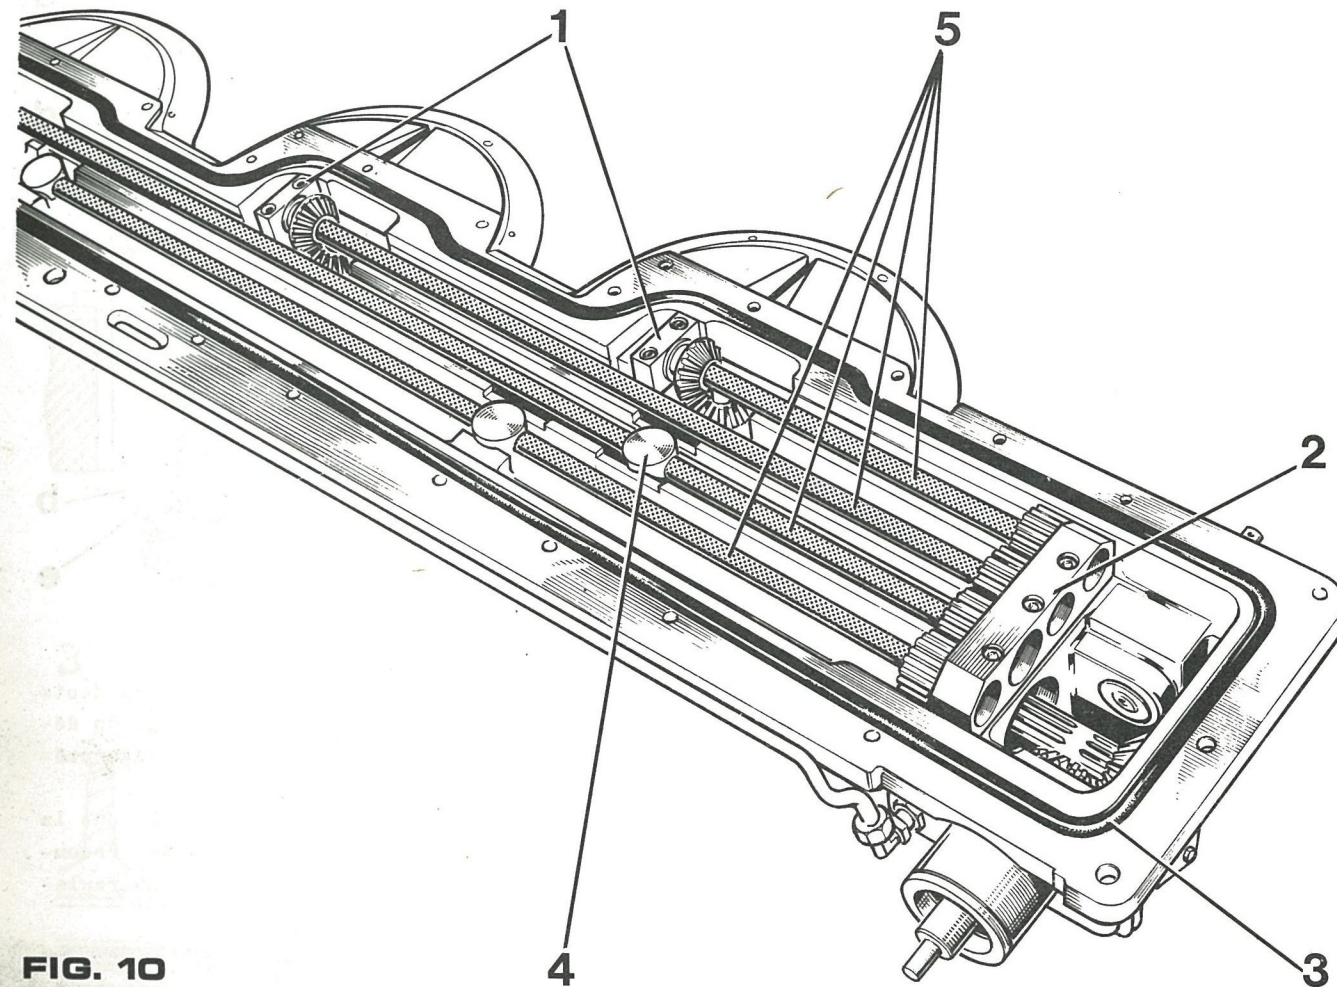
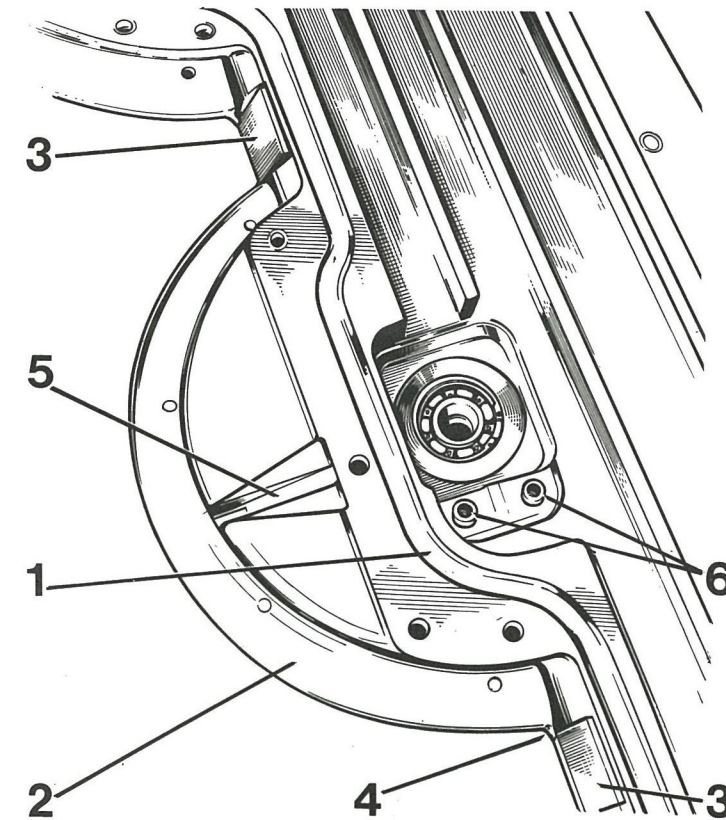

FIG. 10
FIG. 11
Enlever également le joint de carter (3 Fig.10) et effectuer un lavage complet au solvant des organes de transmission pour éliminer l'huile résiduelle.
Pour cette opération les arbres de commande (5 Fig. 10) et leurs paliers (1 et 2 Fig.10) doivent être déposés puis :
Cette opération nécessite la dépose des arbres de commande (5 Fig.10) et de leurs paliers (1 et 2 Fig.10) : pour cela, après avoir démonté les vis de fixation, les quatre arbres munis de leurs paliers seront déposés ensemble et parallèlement à leur position initiale, pour éviter le coincement des pions de centrage (6 Fig.11) dans les paliers.
Cette opération consiste à laisser un jeu latéral au pignon horizontal 17 dents (4) de 1/10 après remontage des paliers (1 et 2 Fig.10) serrés à 4 m/kg. On déterminera donc l'épaisseur des cales (12) nécessaire pour obtenir le réglage préconisé.
- Il est rappelé que les 3 vis de fixation du palier (2 Fig.10) sont plus longues que celles des paliers (1 Fig.10) des roulements. "Nadella".
Après avoir effectué les différents réglages indiqués ci-dessus, contrôler le serrage des paliers (1 et 2 Fig.10) d'arbre de commande à 4 m.kg et mettre en place les paliers intermédiaires (4 Fig.10).
Disposer le joint de carter (3 Fig.10) en s'assurant que les deux extrémités coupées en biseau sont bien collées (voir nota) et que son logement (1 Fig.11) est parfaitement propre; puis monter le carter en tôle et serrer progressivement les vis d'assemblage.
- lors d'un remplacement éventuel d'une collerette (2 Fig.11) ou d'une plaque d'usure (3 Fig.11), il est recommandé de serrer les vis de fixation à 3 m.kg et de relier par un point de soudure (4 Fig.11) les collerettes aux plaques d'usure;
- quant au changement d'un sabot inférieur, s'assurer que la nouvelle pièce s'emboîte correctement dans son logement (5 Fig.11) pour éviter sa rupture lors du serrage du boulon de fixation;